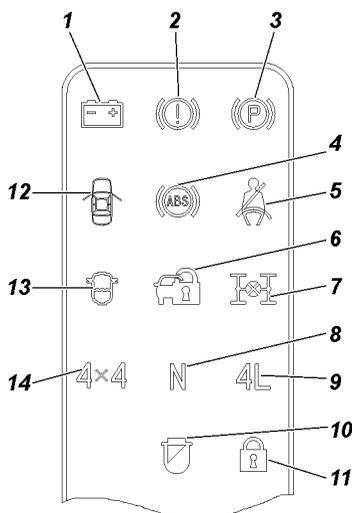

Рис. 3.4. Блок сигнализаторов
**3** -блок сигнализаторов (изображен на рис. 3.4)
На рис. 3.4 изображен блок сигнализаторов.
Состояние "включено" - иммобилайзер блокирует пуск двигателя. При этом сигнализатор 6 (см. рис. 3.4) включения иммобилайзера включен постоянно.
После включения зажигания (см. рис. 3.8) сигнализатор б (см. рис. 3.4) включения иммобилайзера загорается на 1,5 секунды в тестовом режиме. Затем, до пуска двигателя